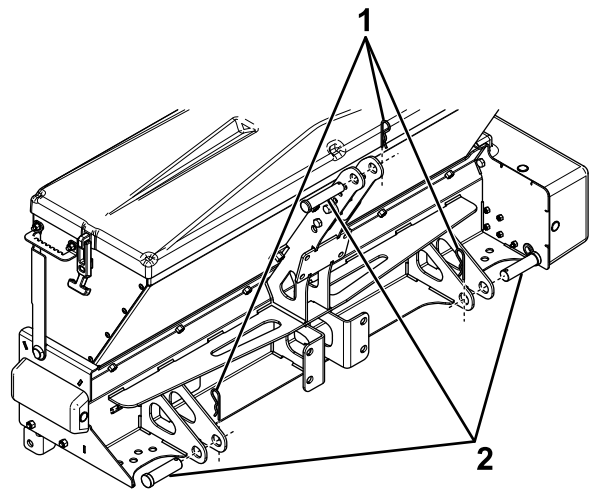

图 21
2. 将拖拉机缓慢行驶至撒布机并放下提升臂使它们与提升销支架对齐图 21。
3. 用 2 个柱销 $\frac{7}{8}$ 英寸和开口销将撒布机提升销支架固定至拖拉机图 21。
4. 将撒布机向后倾斜用柱销 $\frac{3}{4}$ 英寸和开口销将连接杆支架固定至拖拉机连接杆图 21。